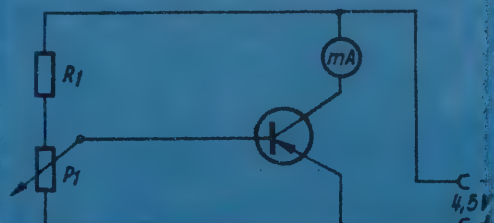

Abb. 10
4.2. Kollektorstrom I_C (Abb. 10)